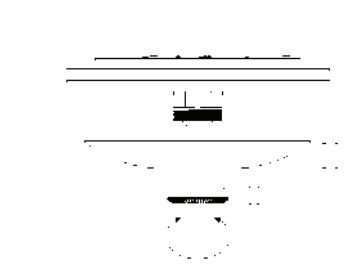

Fig.1
- Lirjo unazë plastike dhe hiqni kapakun / Fig 1 /